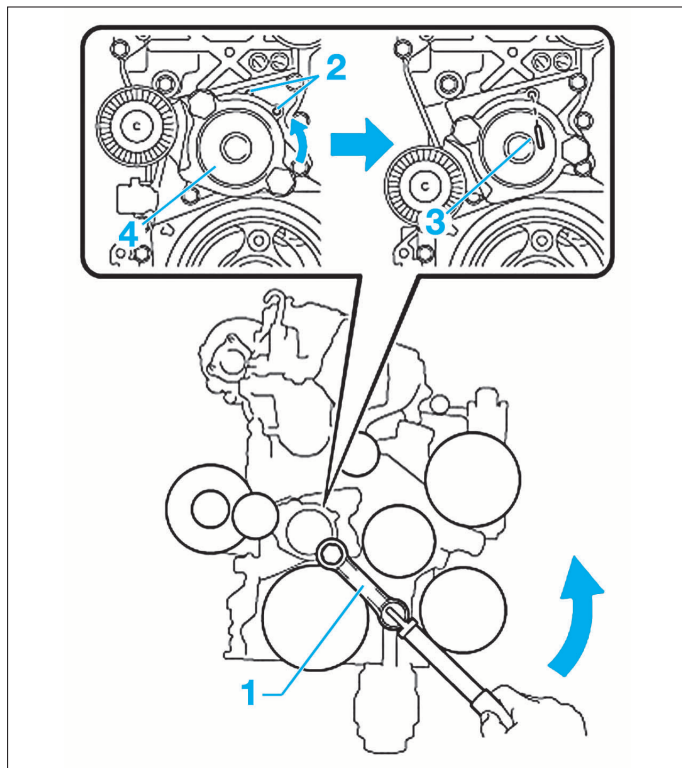

FIG. 26
- Goupille (3), Ø 5 mm (fig. 26).
- À l'aide d'une clé (1) (22 mm), tourner la vis de la poulie de tendeur automatique (flèche) dans le sens inverse des aiguilles d'une montre, afin de relâcher la tension de la courroie (fig. 26).
- Déposer la courroie (fig. 26 et 27).